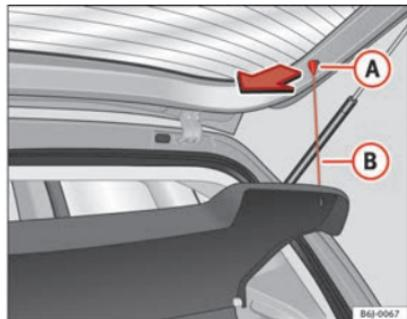

Fig. 99 Chapeleira porta-objectos
- Desengatar os tirantes ⇒ Fig. 99 B dos alojamentos A.